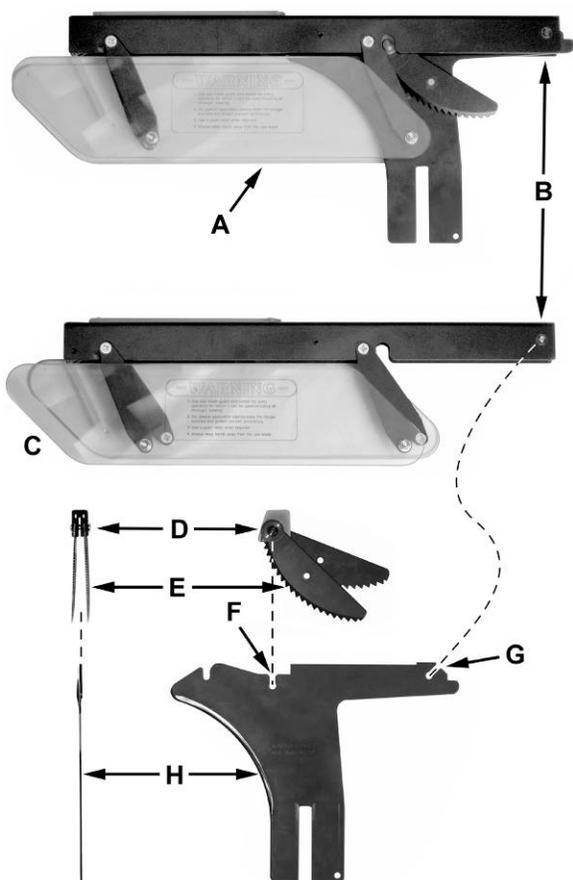

Рис. 7
**Описание.** См. Рис. 7:
Расклинивающий нож в сборе с защитным ограждением пильного диска показан на Рис. 7, А. Перед установкой этого узла на станок необходимо сначала снять с расклинивающего ножа (Н) *противоударные фиксаторы* (Е):
См. Рис. 7:
1. Снимите *защитное ограждение пильного диска* и *противоударные фиксаторы* (С, Е, Рис. 7).